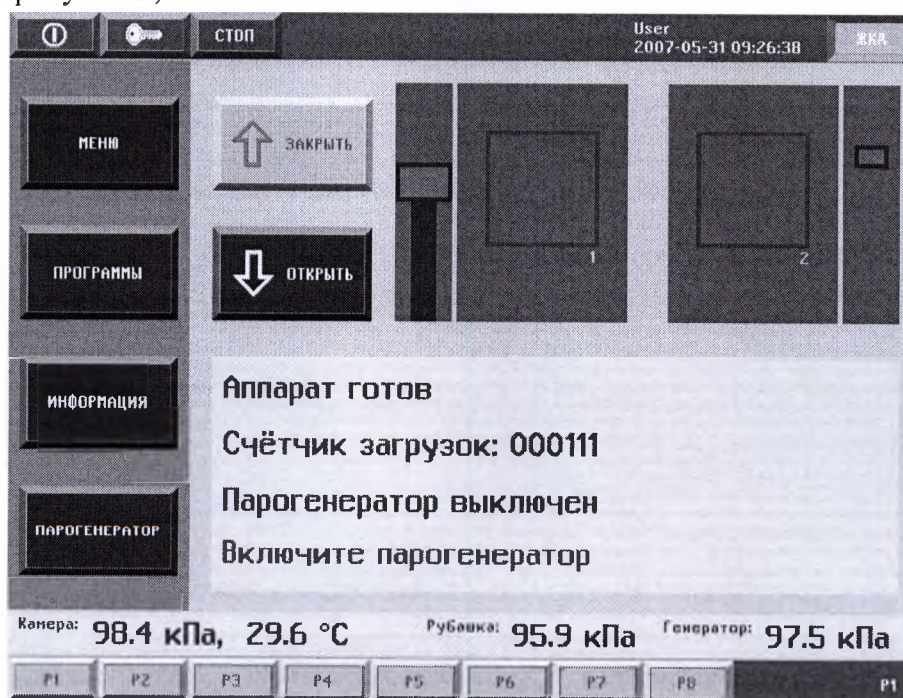

Рисунок 5. Вид индикации основного экрана
- нажмите кнопку «ОТКРЫТЬ» и откройте дверь на стороне загрузки материала – рисунок 5;